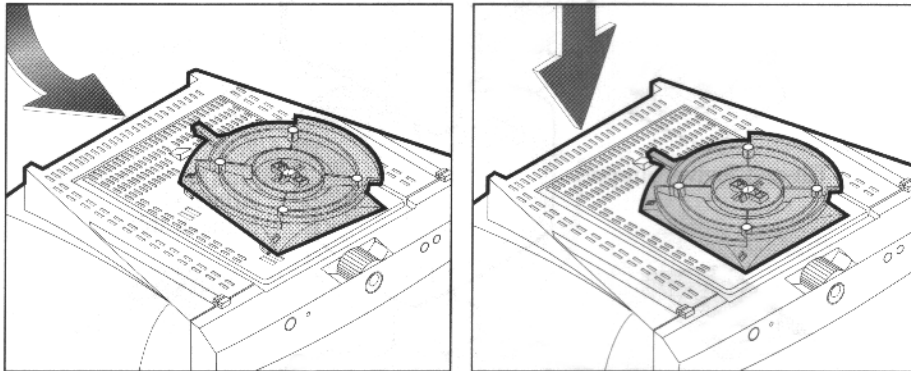

Figura 1: Fijar base
1. Coloque la base en la parte de abajo del monitor de manera que los ganchos de la misma entren en los huecos que van dirigidos a ello. Vea la figura 1.
2. Empuje la base en dirección de la parte de delante del monitor hasta que la lengüeta de la base se fije detrás del gancho. Vea la figura 1.